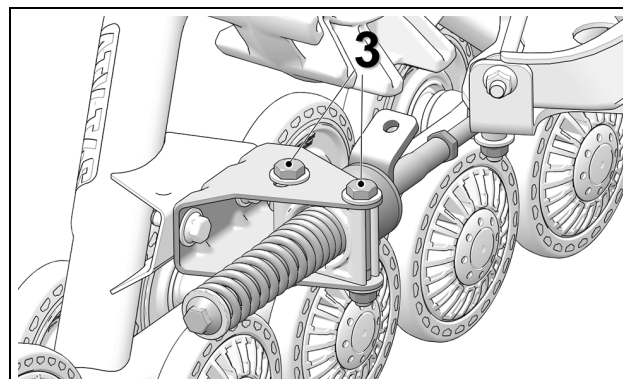

Figure 17
- Resserrer les boulons (3) de l'ancrage antirotation à un couple 50 N·m [37 lb·pi]. Voir la Figure 17.